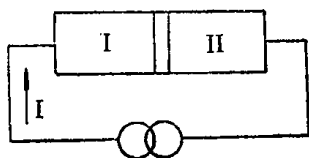

图 6.2.7
**解答：**约瑟夫森效应，是指两块超导体间存在着弱耦合时，超导电子通过这种安排（称为超导约瑟夫森结）而表现出一系列电、磁和辐射特性。现代超导理论指出，电子在超导体内是按特殊方式成对结合着，所谓超导电流，就是这种电子对的整体运动。当两块超导体靠得很近，中间仅几十 Å 的势垒层时，若通以直流恒流源（图6.2.7），则会出现：
- (1) 当  $I < I_c$  时，势垒层中允许通过无损电流，即允许出现零电压下的电流；
- (2) 当  $I > I_c$  时，超导体 I—II 结二端会出现一定的电位差  $V$ ，且对应此电压  $V$  下有